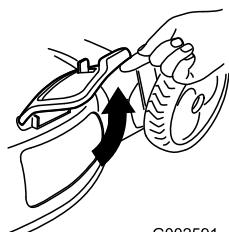

Figura 34
- Levante la puerta de descarga lateral (Figura 34).